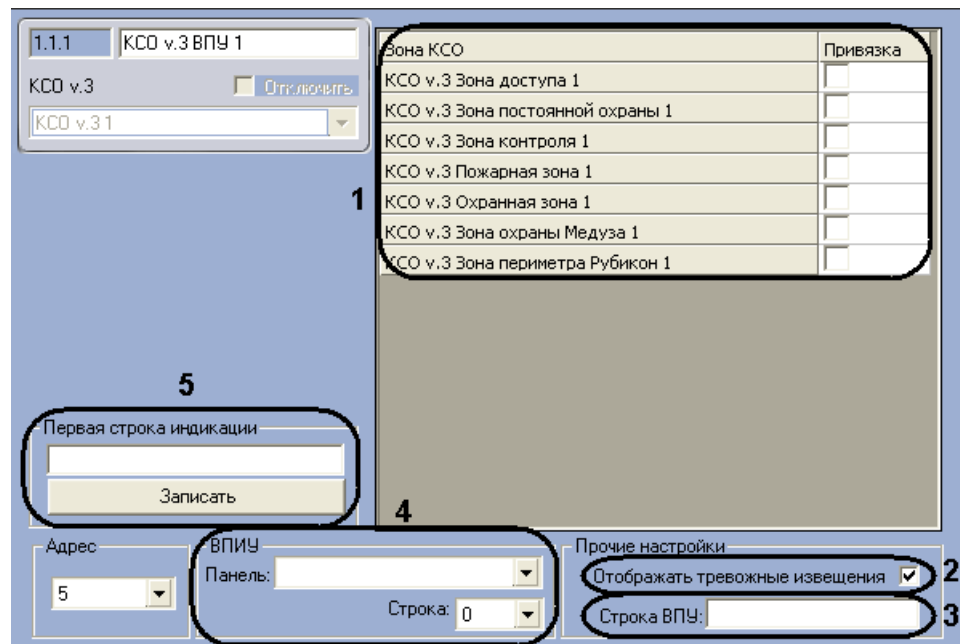

Рис. 3.2—15 Настройка ВПУ
1. Установить флажки напротив тех охранных зон, которыми ВПУ должна управлять и от которых должна получать тревожные события (Рис. 3.2—15, 1).
2. Если необходимо, чтобы на ВПУ отображались тревожные извещения, установить соответствующий флажок (см. Рис. 3.2—15, 2).
3. Ввести обозначение ВПУ, которое будет использоваться при отображении событий (см. Рис. 3.2—15, 3). Если обозначение не задано, используется стандартное.
4. Указать панель ВПИУ-16 и номер её строки, в котором необходимо отображать состояние ВПУ (см. Рис. 3.2—15, 4).